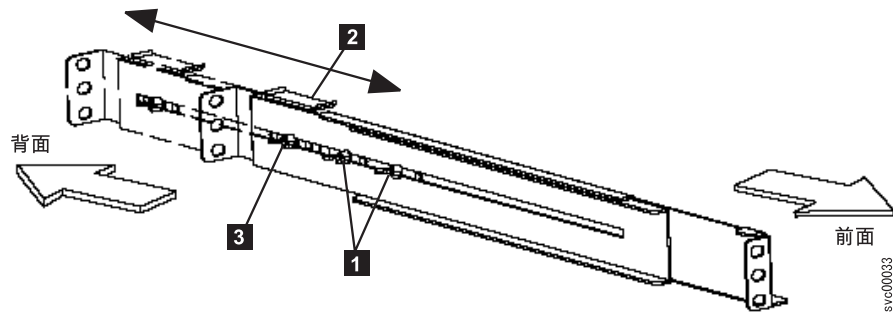

図217. 2145 UPS-1U でのレールの縦の長さの調整
4. 両方のレール・アセンブリーのアセンブリー・ウィング・ナット (図 217 の
5. 後部の押さえブラケット (図 217 の **2**) をレール・アセンブリーの端に位置付け、ウィング・ナット (図 217 の **3**) を締めます。